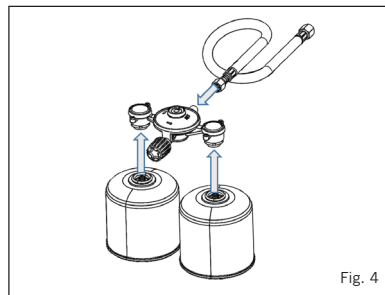

Fig. 4
- För in de två gaspatroner på enheten genom att skruva dem på plats (Fig. 4).